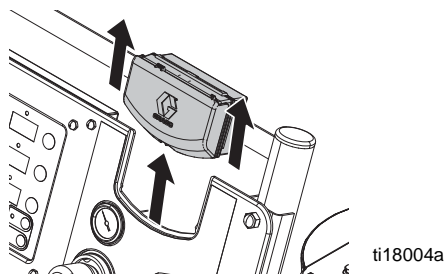

ABB.17. DataTrak-Gerät ausbauen
3. Entfernen Sie das DataTrak-Modul aus der Halterung. Siehe ABB.17. DataTrak-Modul mitsamt Anschlusskabel in einen nicht gefährdeten Bereich bringen.